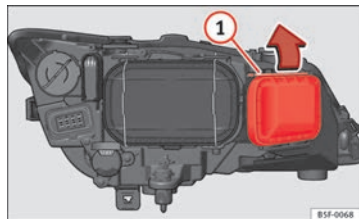

Abb. 142 Glühlampe für Blinklicht
- Verschieben Sie die Strebe ⇒ Abb. 142 ① in Pfeilrichtung und nehmen Sie den Deckel ab.